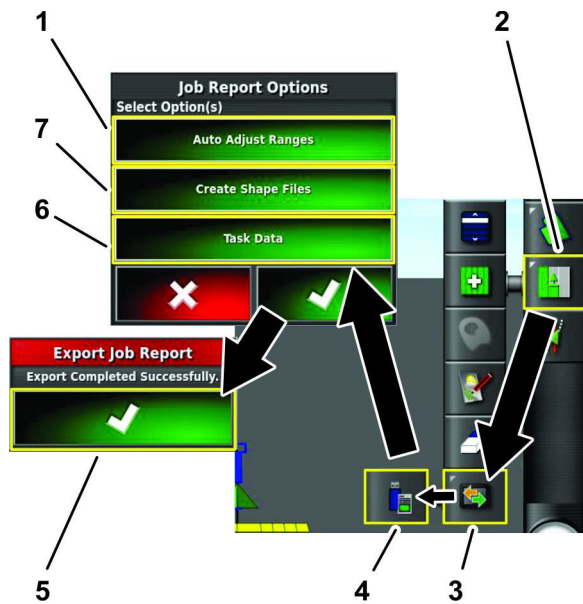

Figura 27
1. Pulse el icono Menú de trabajos (Figura 27).
2. Pulse el icono Menú de intercambio de datos (Figura 27).
3. Pulse el icono Exportar informe de trabajo a USB (Figura 27).
5. En el cuadro de diálogo Opciones de informes de trabajo, pulse el icono Confirmar (Figura 27).
6. En el cuadro de diálogo Exportar informes de trabajo, pulse el icono Confirmar (Figura 27).